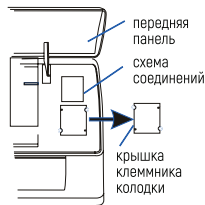

рис. 11
2. Снимите крышку, как показано на рис. 11 (отвинтив винт или сломав крючки).